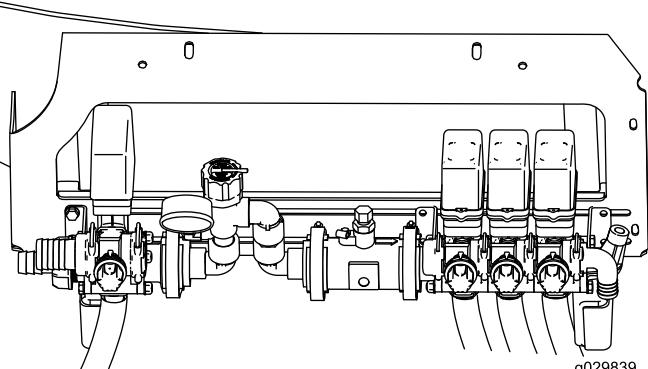

Bild 4
11. Bewegen Sie den Durchflussmesser und das Abschnittsventil vorsichtig so weit, dass der Durchflussmesser bündig mit der Druckentlastungsbaugruppe abschließt (Bild 4).